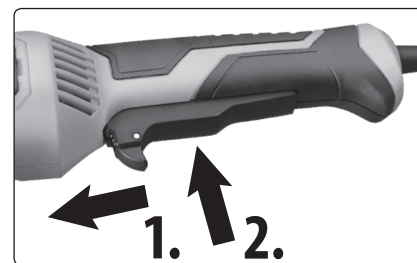

Abb. 6, Entriegelung (Schritt 1.); Einschalten (Schritt 2.)
- Zum Start vom Winkelschleifer 403127, der mit einem Betriebsschalter an der Unterseite des Hauptgriffs ausgestattet ist, ist zuerst die Sicherung gegen ungewolltes Drücken des Betriebsschalters nach vorn zu schieben, und dann erst der Betriebsschalter zu drücken, siehe Abb. 6.